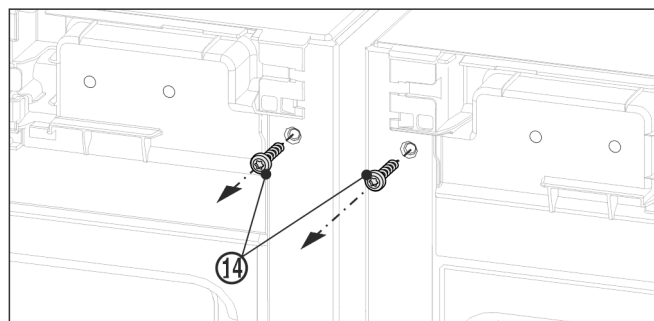

Fig. 11
- Перед монтажем верхнього кута викрутіть обидва гвинти заземлення Fig. 11 (14).